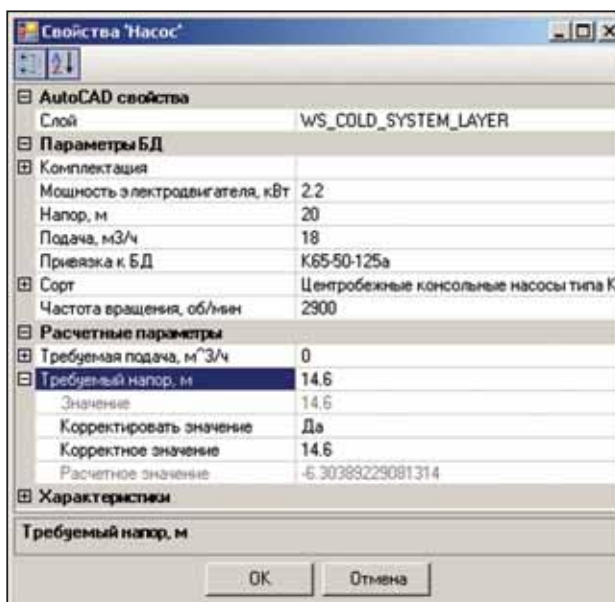

Рис. 14
ответствовать насосы систем водоснабжения. Выберите на планировке насос, нажмите правую кнопку мыши и выберите действие *Свойства (VK)*. В появившейся экранной форме откройте раздел *Требуемый напор, м*. В строке *Корректировать значение* установите *Да*. В строке *Корректное значение* введите требуемый напор для данного насоса (рис. 14). После этого проведите повторный расчет систем водоснабжения. В результате этих действий будет подобран насос по заданным параметрам.